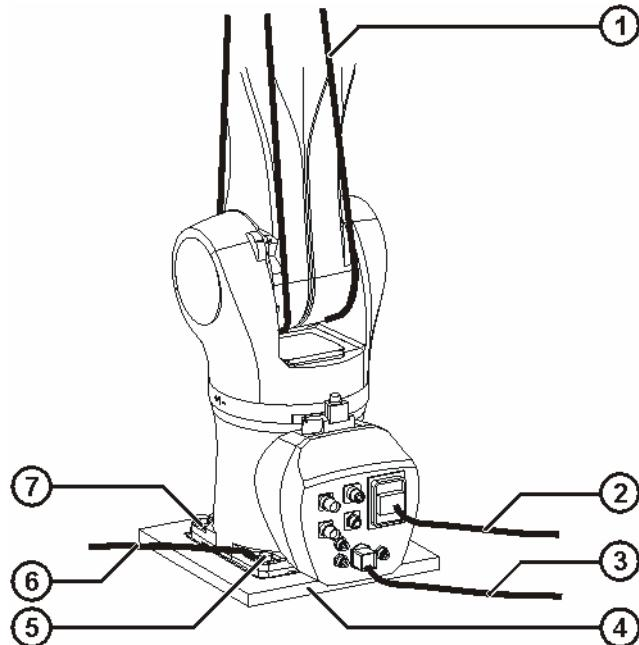

Abb. 11-10: Bodenroboter ausbauen
4. Roboter durch Betätigen der NOT-HALT-Einrichtung sichern, anschließend Roboter außer Betrieb nehmen (>>> *Abb. 11-10*).